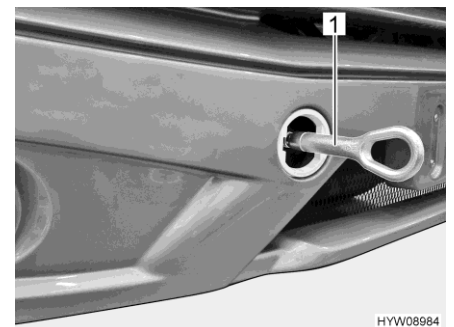

Bild 26 Abschleppöse (montiert)
- Abschleppöse (Bild 26,1) gemäß den Anweisungen in der Betriebsanleitung des Basisfahrzeugs montieren.